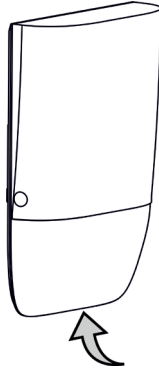

Рисунок 3
8.2 Откройте корпус оповещателя потянув рукой за нижнюю часть крышки на себя, а затем сдвинув ее вверх (рис. 3).